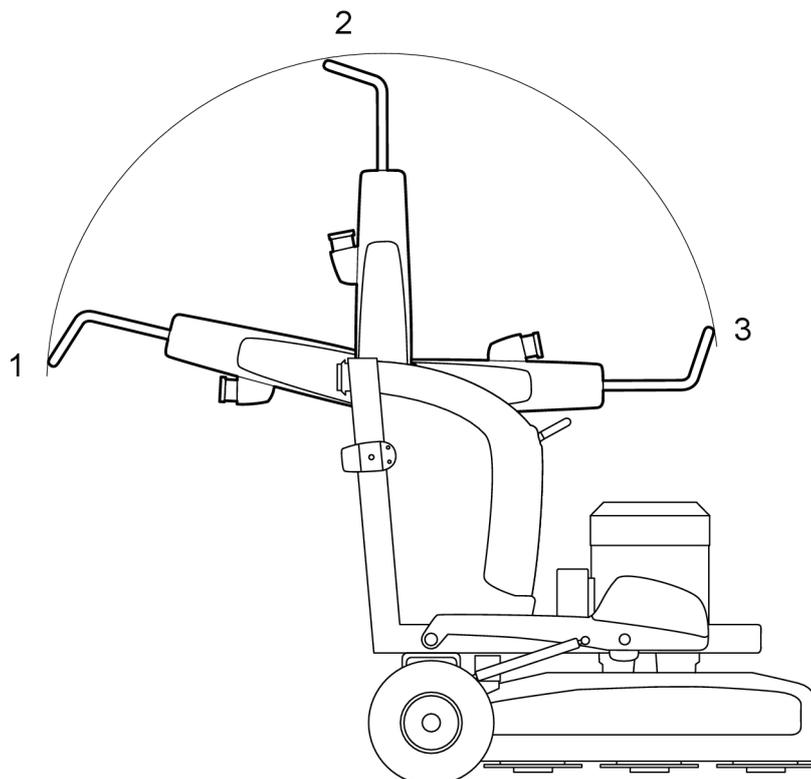

Abbildung 4-2. Griffpositionen
1. Klappen Sie den Griff in seine hintere Position, siehe Abbildung 4-2, Seite 19.
4. Bringen Sie den Griff in die Arbeitsposition, siehe Abbildung 4-2, siehe 19.
4. Bringen Sie den Griff in die Arbeitsposition, siehe Abbildung 4-2, seite 19.